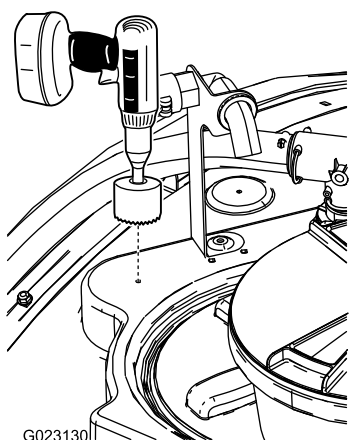

Figura 15
1. Găsiți punctul frontal din partea superioară a rezervorului, conform indicațiilor din Figura 15.
- Folosiți un burghiu cu diametru de 9 cm pentru a realiza o gaură la locul marcatului (Figura 15).